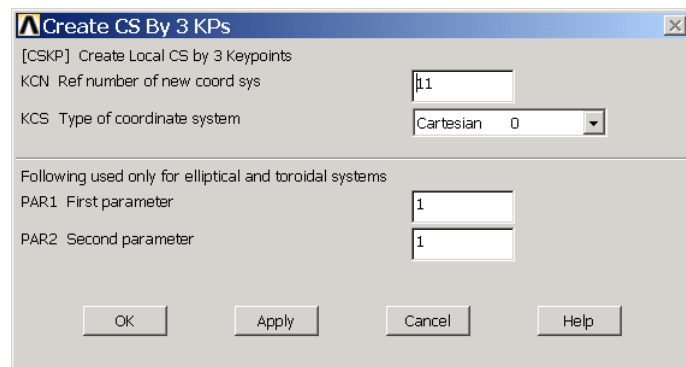

图2.7 创建局部坐标系对话框
(4) 弹出如图 2.7 所示的【Create CS By 3 KPs】对话框，在【Ref number of new coord sys】文本框中输入局部坐标系的标识号，本例使用默认的 11 即可。在【Type of coordinate system】下拉列表框中选择所采用的局部坐标系，本例中选择【Cartesian 0】（直角坐标系），并单击【OK】按钮确认。